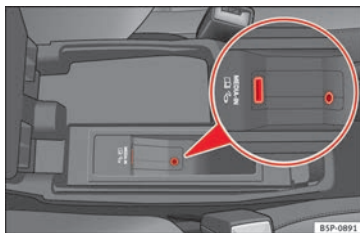

Fig. 99 Conector para a entrada auxiliar de áudio.
- Levante a cobertura AUX » **Fig. 99**.